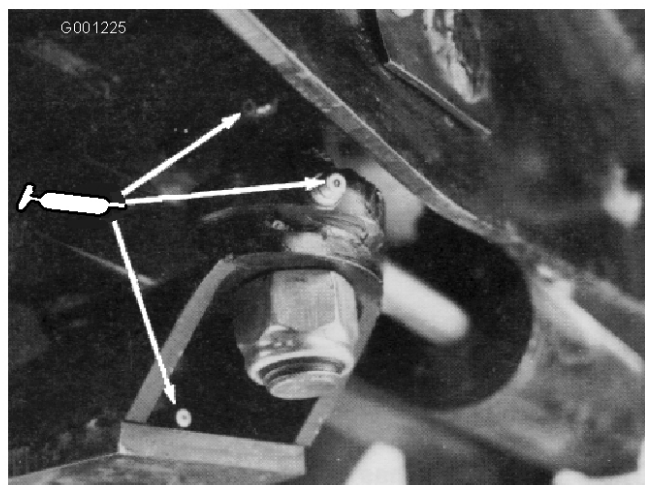

Figura 42
- Casquilhos da placa de direcção (Figura 42)
- Casquilho do pino do eixo (Figura 42)